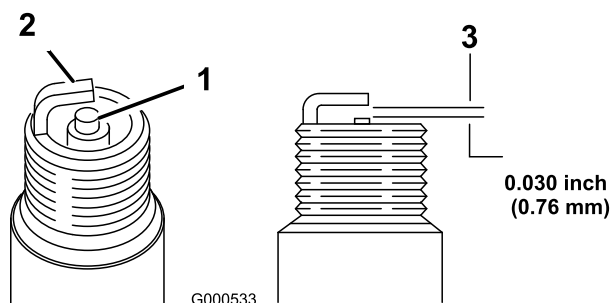

Figura 32
1. Controllate il centro della candela (Figura 32). Se l'isolatore è marrone chiaro o grigio, il motore funziona correttamente. Una patina nera sull'isolatore significa in genere che il filtro dell'aria è sporco.
2. Controllate la distanza tra gli elettrodi centrale e laterale (Figura 32). Se la distanza non è esatta, piegate l'elettrodo laterale (Figura 32).